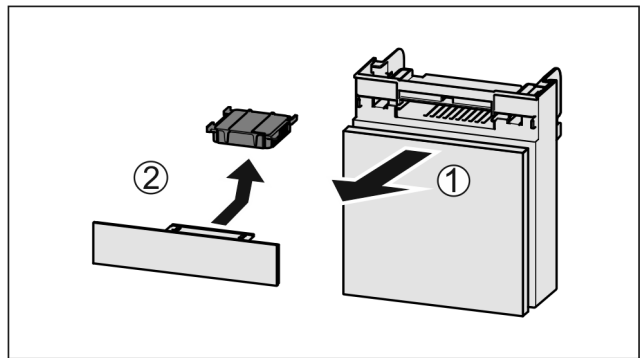

Fig. 109
- ▶ Lade vanaf de voorkant eruit trekken Fig. 109 (1).
- ▶ Actiefkoolfilter verwijderen Fig. 109 (2).